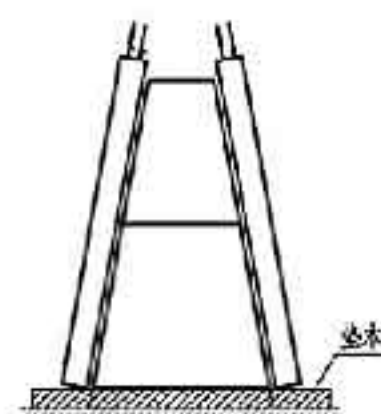
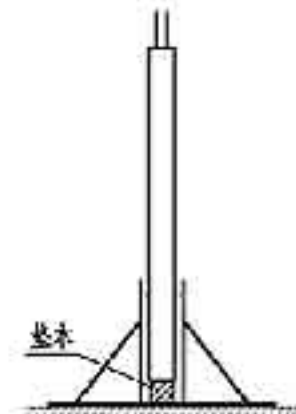
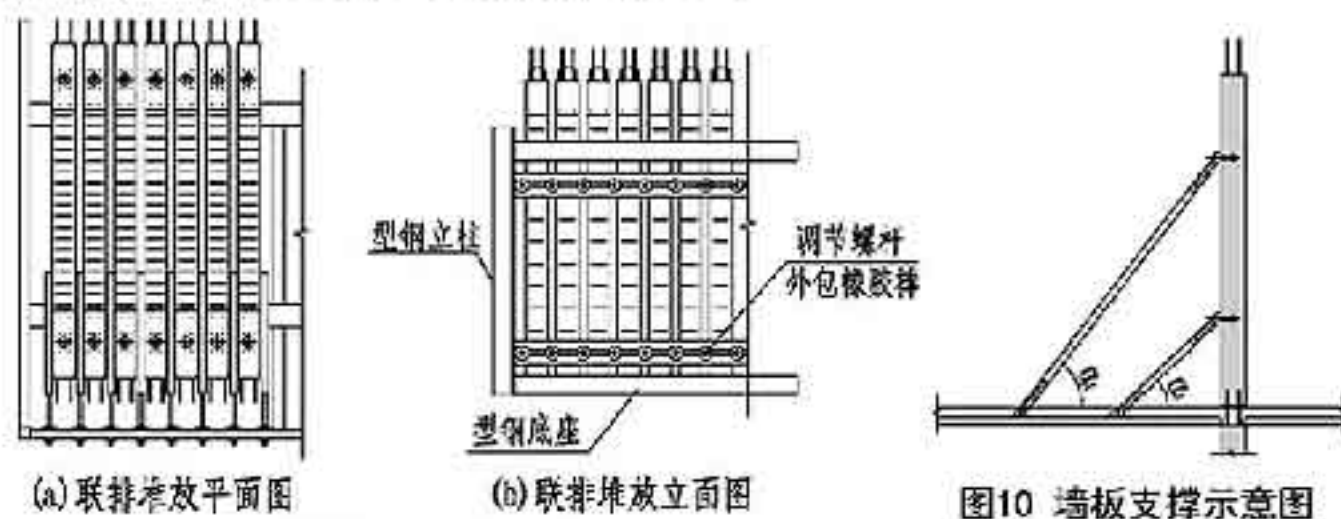

图7 背靠架堆放示意图
图8 插放架直立堆放示意图
图9 联排插放架堆放示意图
8.6 生产单位应制定预制构件的运输与堆放方案，运输构件时应采取防止构件损坏的措施，防止构件移动、倾倒变形等。可采用背靠架堆放或运输（如图7所示）、插放架直立堆放（如图8所示），也可采用联排插放架堆放（如图9所示），如有可靠经验也可采用其他堆放方式。